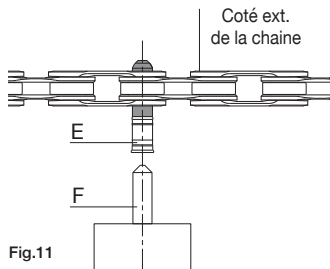

Fig.11
- Contrôlez que la pointe conique du poinçon (F) (Fig. 11) est en axe avec le centre de la bague ULTRA-LINK 5-CN-SR700 (E) (Fig. 11).